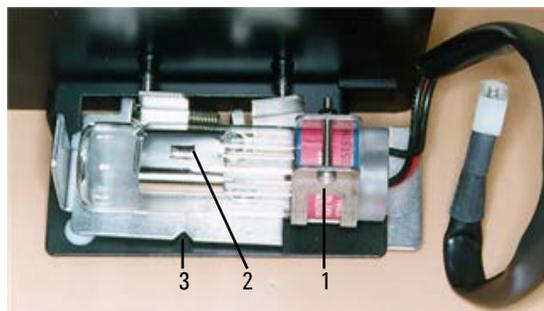

Figura 27. Alineamiento de la lámpara de D₂ (vista superior)
- 7 Deslice una lámpara de D₂ nueva a través de la abrazadera hasta que la apertura (2) quede alineada con la muesca situada en la placa de refuerzo (3) como en la figura 27.